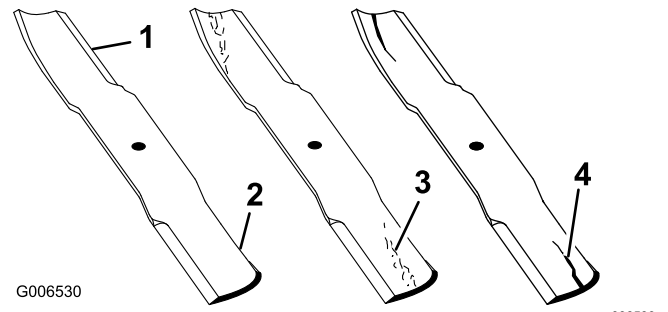

Figure 59
1. Examinez le tranchant des lames (Figure 59).
4. Remplacez immédiatement toute lame fendue, usée ou qui présente une entaille sur cette partie (Figure 59).